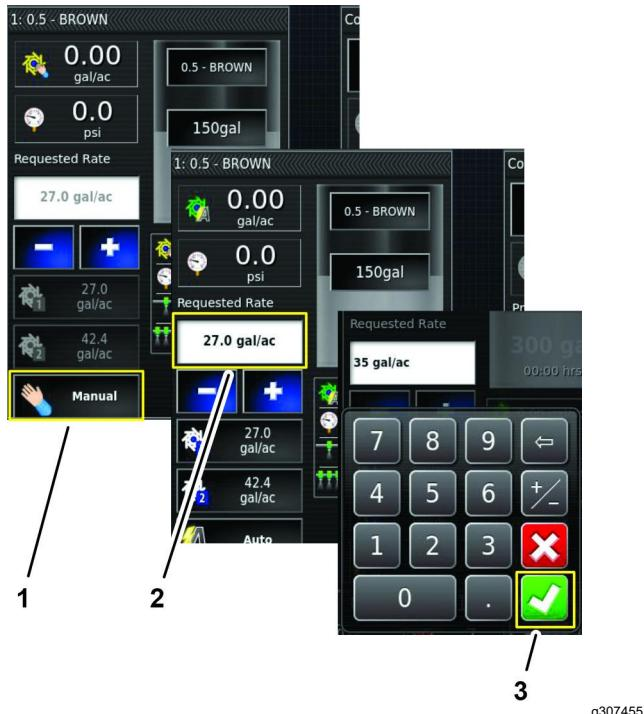

Figura 167
2. Premete l'icona MODALITÀ MANUALE per impostare il controller del volume alla modalità manuale (Figura 167).
8. Se necessario, premete l'icona VOLUME DI APPLICAZIONE RICHIESTO e utilizzate il tastierino sullo schermo (Figura 167) per inserire un valore per la portata degli ugelli di irrorazione della posizione attiva.